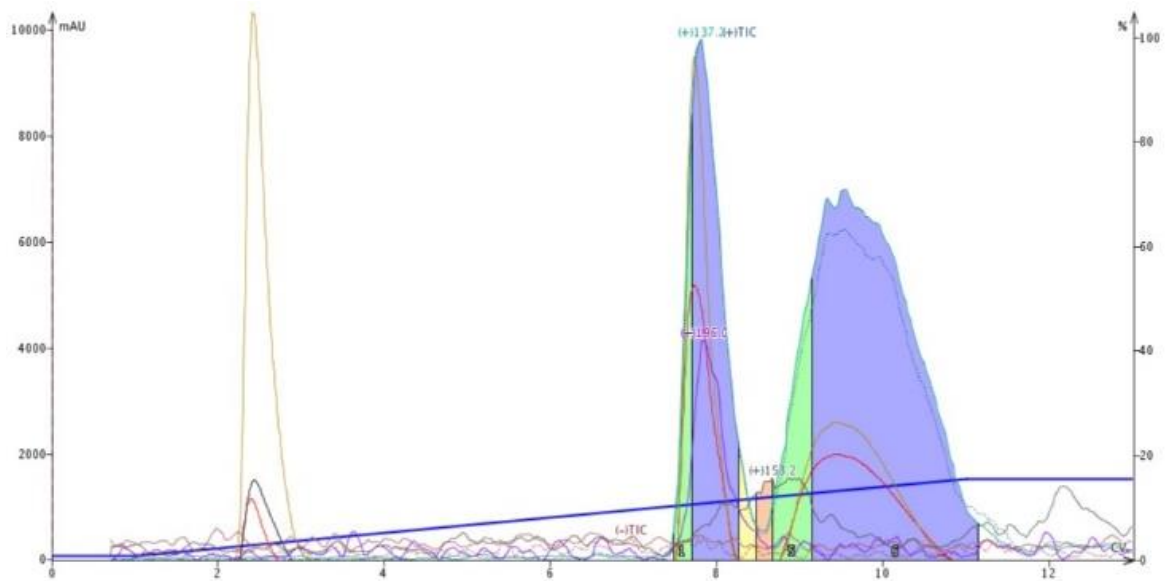

図 1.ヘキサン-酢酸エチル 0 - 15%の浅いグラジエントを用いたラベンダーオイルの分離では、2つの主要なテルペノイド (+m/z 137) が分離する一方、+m/z 196 の化合物が 8 CV のピークと共溶出します。
テルペンおよびテルペノイドは一般的に小さく親油性の分子で、極性溶媒 (酢酸エチル) の量が少ない順相フラッシュクロマトグラフィーで溶出するので、比較的浅いグラジエント (10 カラム容量 (CV) でヘキサンに 0~15% 酢酸エチル) から始めてみました。このバイナリーグラジエントでは、同じ質量/電荷比 (+m/z 137) の 2 つの主要ピークを分離することができましたが、+m/z 196 の化合物が、8 カラムボリューム (8 CV) で最初の質量検出ピークと共溶出しました (図 1)。